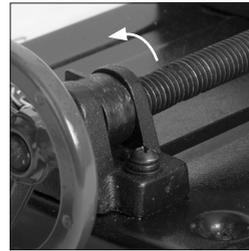

Fig. 8a
- Rote completamente la "tuerca del manguito" en la dirección contraria de las manecillas de reloj. (Fig. 8a) El tornillo que maneja el tornillo de banco ahora está "libre" para deslizarse.